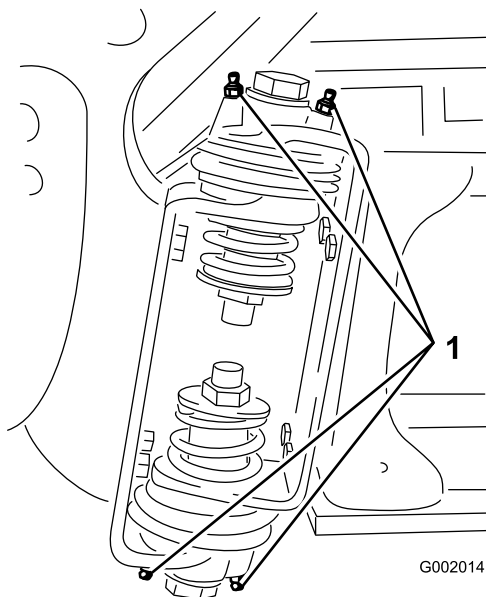

Bild 48
2. Pressen Sie Fett in die Lager oder Büchsen jedes Anschlussstückes Bild 48.